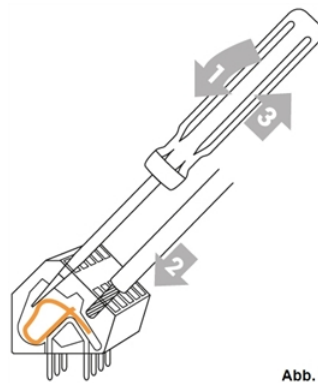

Abb. 2
4. Klemmen mit einem passenden Schraubendreher öffnen (Abb. 2) und Elektroanschluss am Regler vornehmen.